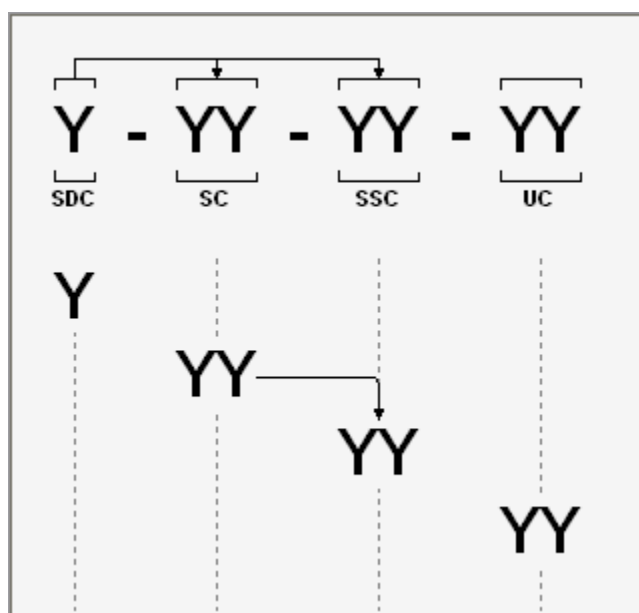

Рис. 2.35
Структура сегмента кода «Код стандартной системы нумерации» разработана (Рис. 2.35).
В верхней части схемы сегмента кода стрелки показывают, что отличительный код системы (SDC) применяется к полям «Код системы» (SC) и «Код подсистемы» (SSC) (Рис. 2.35). Это означает, что система и подсистема могут иметь разные конфигурации – А, В и т.д.